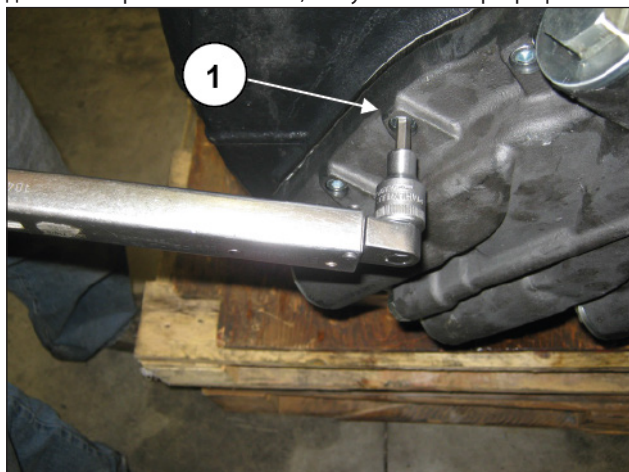

Рис. 128
Вставьте O-ring в гнездо переходника воздушно-масляного теплообменника (поз. ①, Рис. 128), убедившись в правильности его положения.